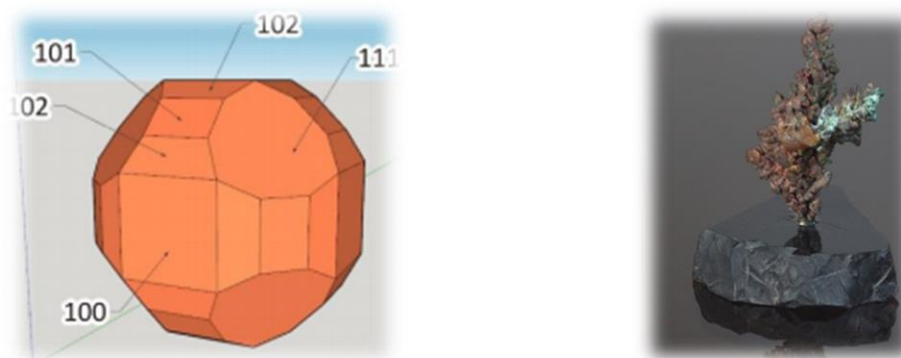

Рис. 5. Построение кристалла меди
7. При помощи плоских сеток построить модель кристалла и убрать ненужные элементы (рис. 5).